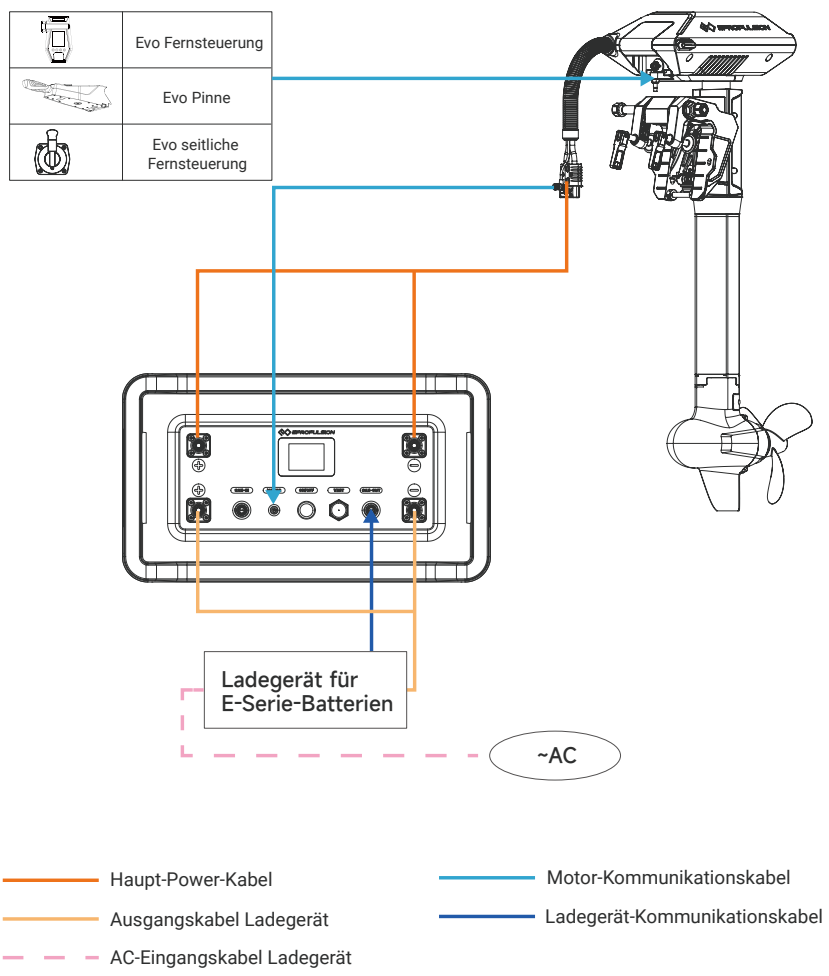

Abbildung 2-1
- ⚠ Wenn Sie die Batterie an einen ePropulsion Außenbordmotor anschließen und korrekte Informationen zur Leistung erhalten möchten, müssen Sie Maschine und Batterie korrekt mit dem Kommunikationskabel des Außenbordmotors verbinden. Um eine Verbindung zur Steuerung herzustellen, verwenden Sie das Kommunikationskabel der Steuerung (siehe Abbildung 2-1).